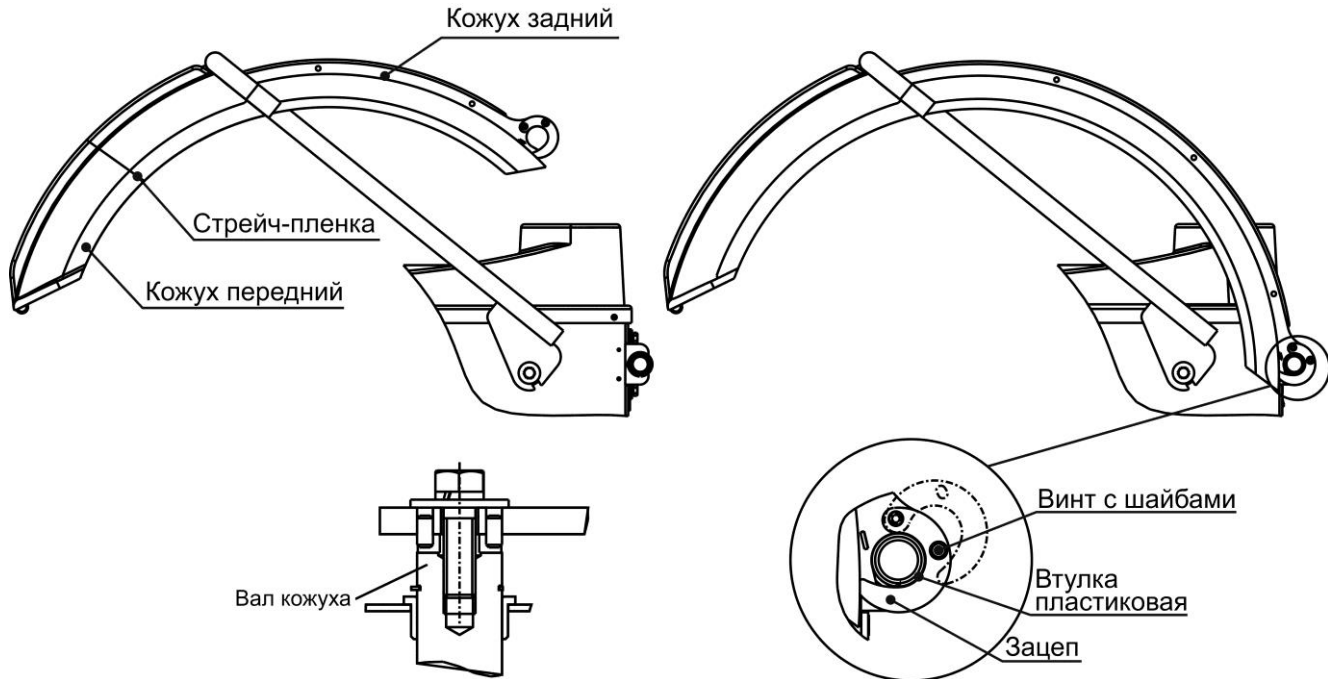

Рисунок 4.5
4.2.6 Не разъединяя части кожуха, установить передний кожух совместно с задним кожухом на вал кожуха (рисунок 4.5), совместив штифты на каркасе кожуха с пазом на валу кожуха. Зафиксировать полученное соединение болтом с шайбой. Удалить стрейч-пленку с переднего кожуха, расфиксировав тем самым задний кожух.